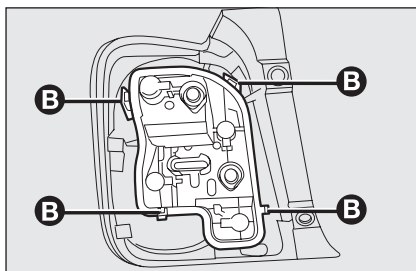

fig. 27
- ☐ extraer el portalámparas de su alojamiento, separándolo por las aletas de bloqueo **B**-fig. 27;